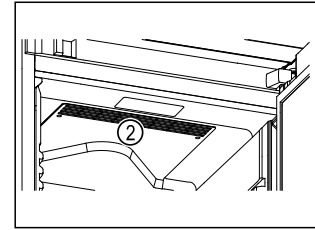

Fig. 66
- Ventilatiesleuf Fig. 66 (2) van de ventilator in de binnenruimte vrijhouden.